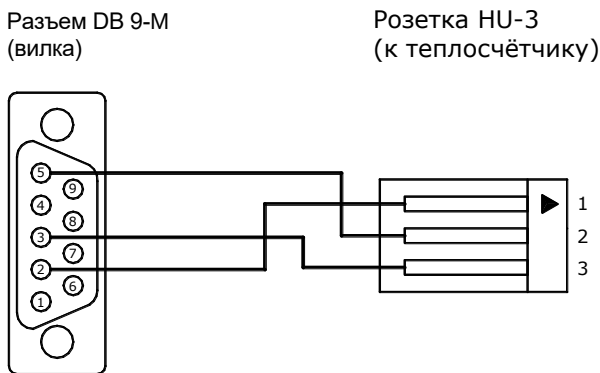

Рис. 7.4 Переходной кабель RS-232C (ТЭСМА-106 – АПД)
5.6.2 В случае, когда теплосчетчик поставляется с установленным переходным кабелем (см. карту заказа, ПРИЛОЖЕНИЕ А), для считывания данных по интерфейсу RS-232C в ПК необходимо подключить к переходному кабелю, изображенному на рис. 7.4, нуль-модемный кабель (см. рис. 7.5).
5.6.3 Для считывания данных по интерфейсу RS-232C в адаптер переноса данных необходимо подключить адаптер к переходному кабелю (см. рис. 7.4).